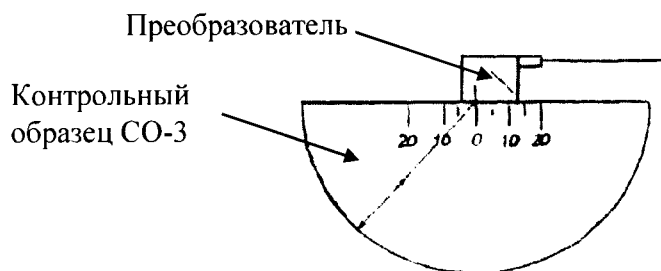

Рисунок 2
4.2.2.6. Установить преобразователь на поверхность контрольного образца СО-3 со стороны шкалы «20-0-20» над центральной рисккой «0» (рисунок 2). Небольшим перемещением преобразователя около отметки «0», найти положение, соответствующее максимальной амплитуде эхо-сигнала. Расположить строб 1 так, чтобы сигнал пересекал строб в середине. Для изменения положения строба необходимо изменить значения параметров «С1Начало», «Ширина», «Уровень» (кнопка [GATES]). Изменить при необходимости коэффициент усиления таким образом, чтобы амплитуда сигнала составляла 80% высоты экрана (кнопки [2ND F], [GATES]).